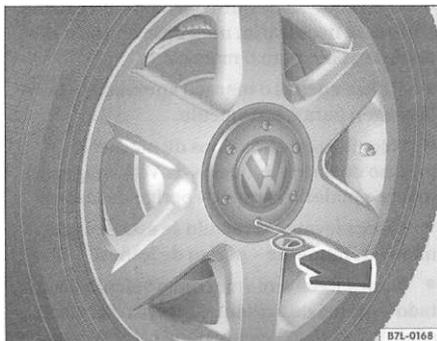

Fig. 115 Retirar a calota central com o gancho
- Insira o gancho no furo da calota central => fig. 115.